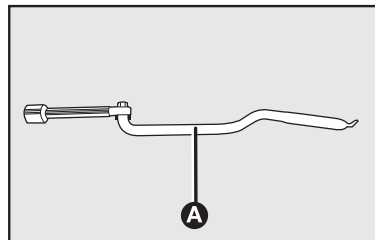

fig. 66
- Tirar a chave **A-fig. 66** fornecida no kit de ferramentas, localizado sob o banco do motorista.